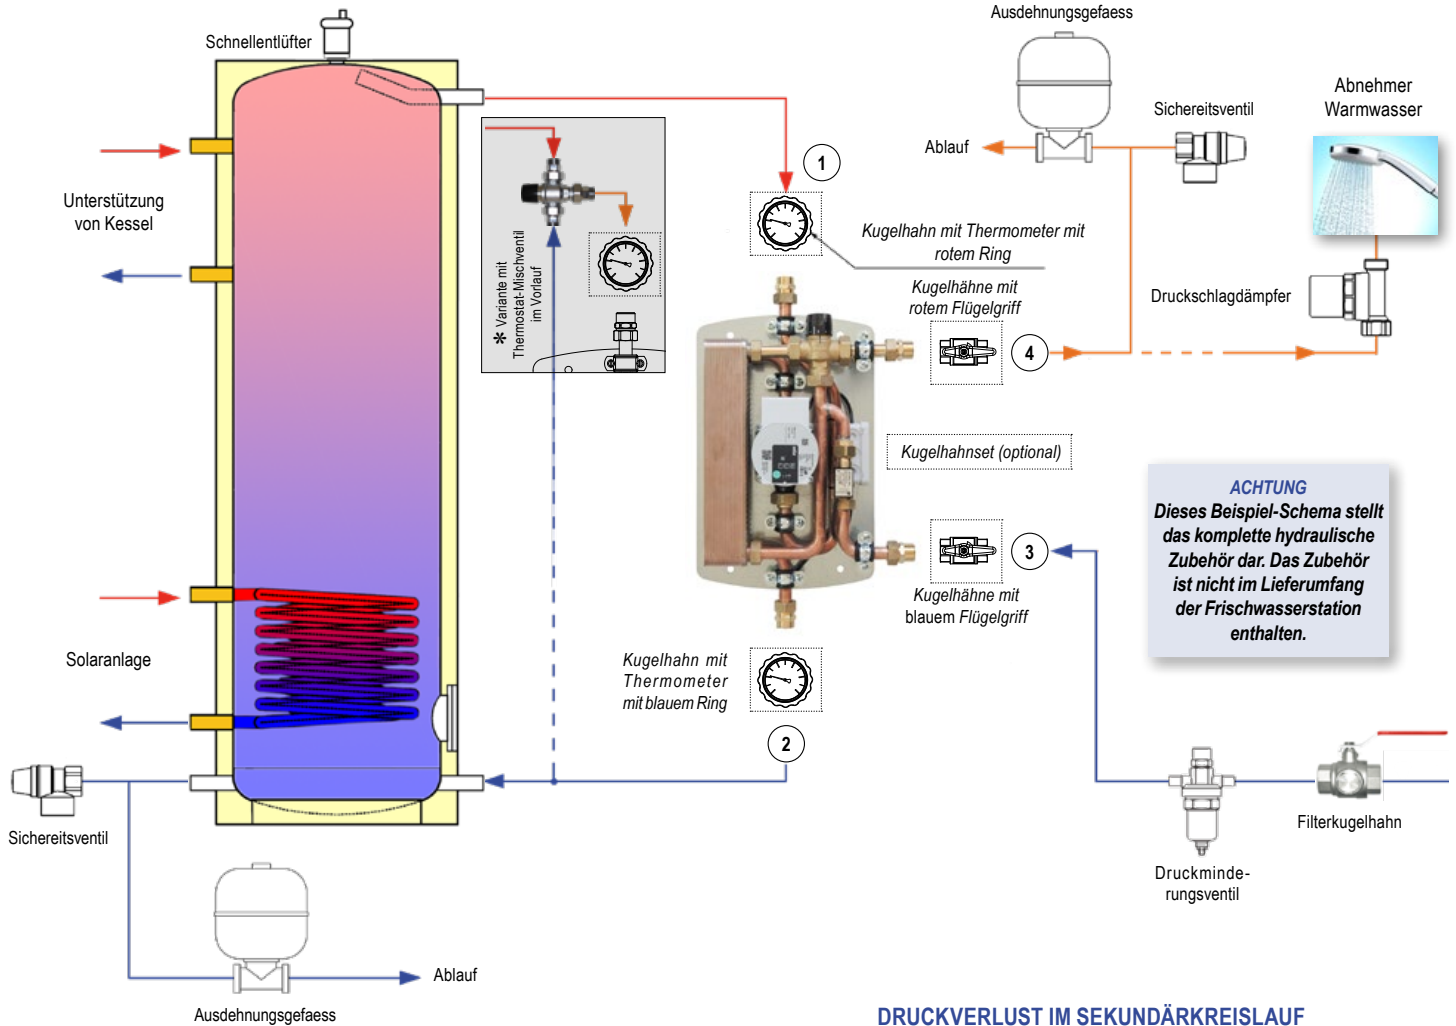

Abb.1: Anlageschema der Frischwasserstation ModvFresh 2 T
- ✓ Den Ventilsatz (optional) montieren laut Darstellung bei *Abb.1*;
Die Temperatur im Puffer muss mindestens um 10 K höher sein, als die gewünschte Warmwasser-Temperatur der Sanitär Wassers. Höhere Differenz von Temperaturen erlauben die Zapfmenge zu verlängern. Bei hartem Wasser wir empfehlen, auf keinen Fall die Temperatur von 70°C (Vorlauf Puffer) zu uebersteigen, um Kalkstein-Ablagerungen auf der Sekundärseite des Platten-Wärmetauschers zu vermeiden; evetuell ist ein thermostatisches Mischventil einzusetzen (Abb. 1).